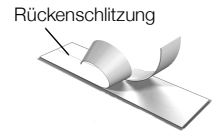

Abbildung 6
- 4 Entfernen Sie die Rückseite des Etiketts, um die Klebefläche freizulegen. Bringen Sie anschließend das Etikett auf. Siehe Abbildung 6.